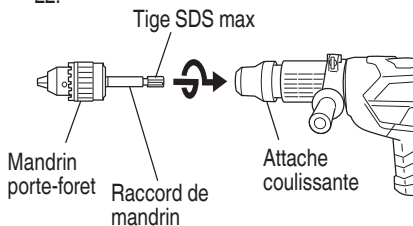

Fig. 16
- (2) Fixation du raccord de mandrin sur le mandrin porte-foret (Fig. 16)